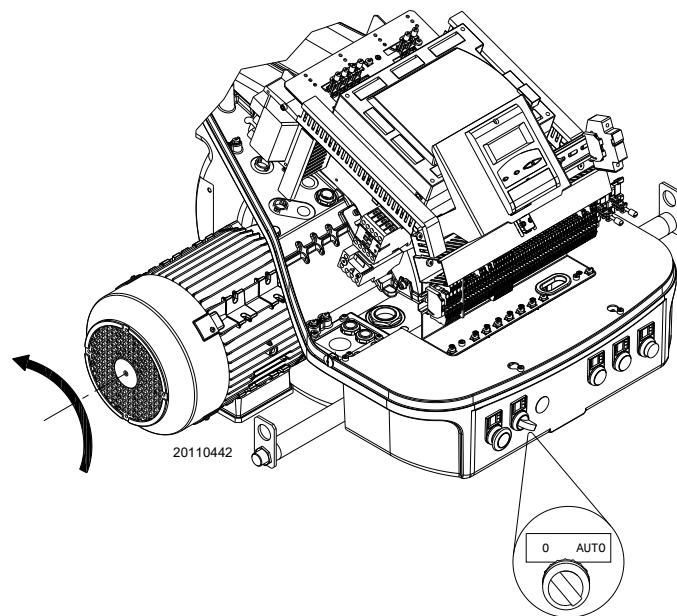

Рис. 26
Замкните термостаты/реле давления и установите выключатель (Рис. 26) в положение «АВТ».
Если они показывают наличие напряжения, остановите **немедленно** горелку и проверьте электрические соединения. Когда горелка запустится, проверьте направление вращения двигателя, как показано на Рис. 26.
- Установите выключатель Рис. 26 в положение «0» и подождите, пока автомат горения не выполнит процедуру отключения.
- переключателем **0-АВТ** Рис. 26 на стр. 29 после снятия кожуха;